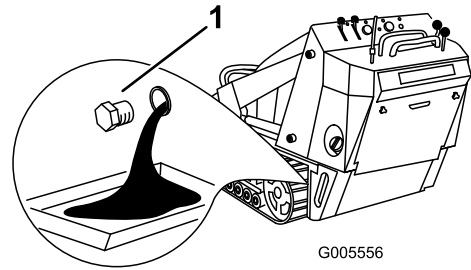

Bild 31
4. Nehmen Sie die Ablassschraube ab (Bild 31).